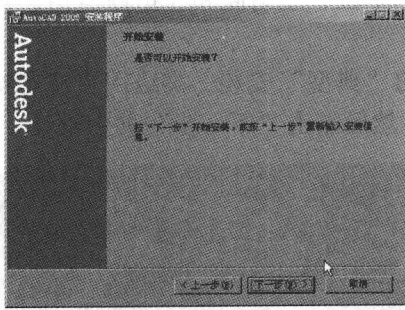

图 1-11 开始安装界面
11) 出现开始安装界面(见图 1-11)。如果用户对之前的设置不满意,可通过点击“上一步”按钮返回重新设置;如果确认无误,可点击“下一步”按钮开始安装。安装过程是自动进行的,会显示安装进度条。